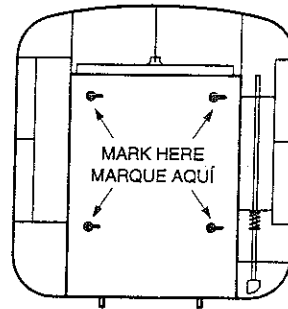

Figura 3
2. Con la puerta de la distribuidora abierta, marque en la pared las cuatro (4) ranuras de montaje como se muestra en la figura 3.
3. Perfore cuatro (4) agujeros de 3/16" de guía en las ubicaciones marcadas.
5. Instale la distribuidora en los cuatro (4) tornillos y asegúrese que calce correctamente. Ajústela como sea necesario.